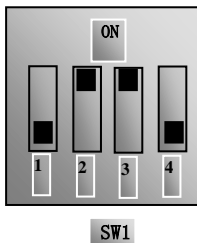
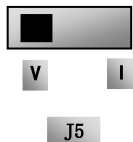

图 5-4
图 5-5
(5) 对于 EM30 系列变频器控制端子排附近有一个四位红色拨码开关 SW1，如图 5-4 所示。拨码开关选择模拟量输入端子 A11、A12 输入范围（0~5V/0~10V/0~20mA）；通过 F203 选择输入通道。出厂时拨码开关的位置如图 5-4，即 A11 为 0~10V 输入，A12 为 0~20mA 输入；具体拨码开关的位置与调速方式详见下表 5-2。
(6) 闭合 D13 开关，电机开始正向运转；
(7) 在运行中，可调节设定电位器，修改变频器当前设定频率；
(8) 在运行中，断开 D13 开关，再闭合 D14 开关，电机运行方向改变；
(9) 断开 D13 开关和 D14 开关，电机减速，直到停止运行；
(10) 断开空气开关，变频器断电。
(11) EM30 有两路模拟量输出端子 A01、A02，A01 端子既可以输出电压信号也可以输出电流信号，A02 只能输出电流信号，电压电流输出选择开关是 J5，出厂时拨码开关的位置如图，即 A01 为 V，如图 5-5，输出关系如表 5-3；